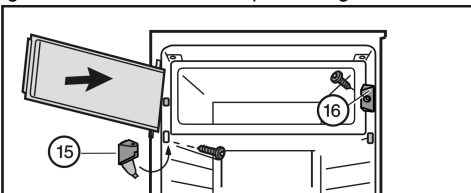

Fig. 8
- ▶ Montați piesa de blocare Fig. 8 (16).
- ▶ Montați suportul de lagăr Fig. 8 (15) și închideți capacul.